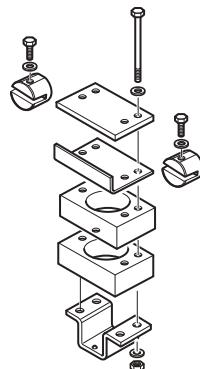

Fig. 26
- Las dos placas distanciadoras de 30 mm de espesor pueden compensar opcionalmente una distancia de 30 mm o 60 mm (Fig. 26).